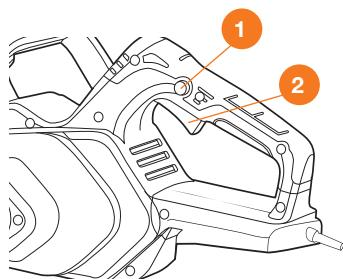

Рис. 6
- Нажмите клавишу включения **2**. Двигатель запустится и цепь начнет вращение (Рис. 6).